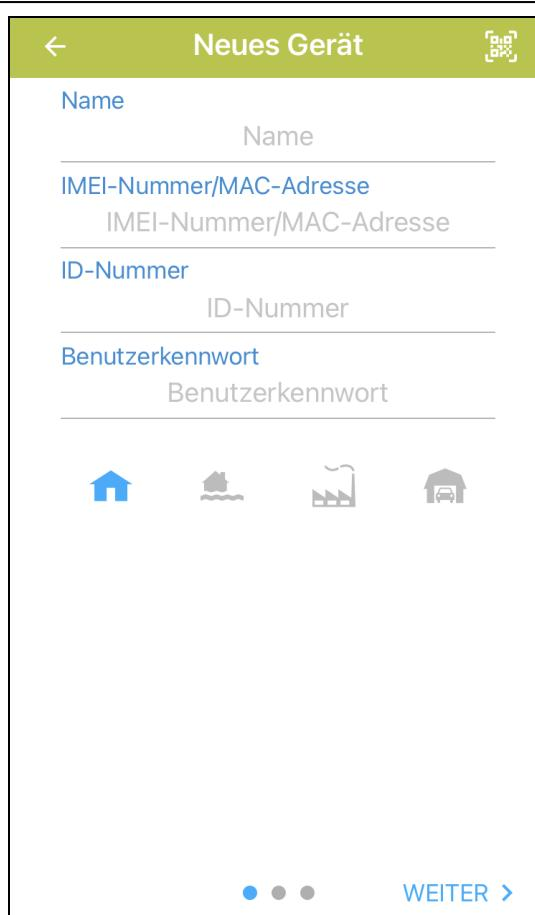

Abb. 6. PERFECTA CONTROL App (iOS): Bildschirm zum Hinzufügen eines neuen Alarmsystems.
4. Es wird ein Bildschirm zum Hinzufügen eines neuen Alarmsystems angezeigt (Abb. 6).